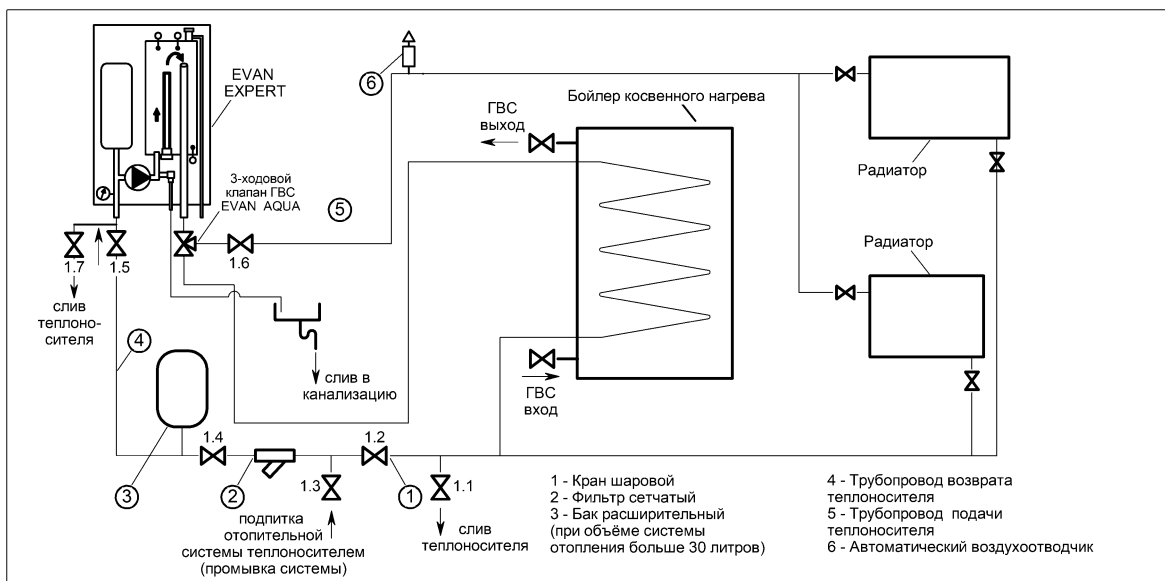

Рисунок 4. Типовая гидравлическая схема системы отопления
**4.2.2** Рекомендуемая типовая гидравлическая схема приведена на рис. 4. В системе отопления должны быть обязательно установлены:
**5.3.1** Описание действий выполнено по типовой гидравлической схеме (рис.4).